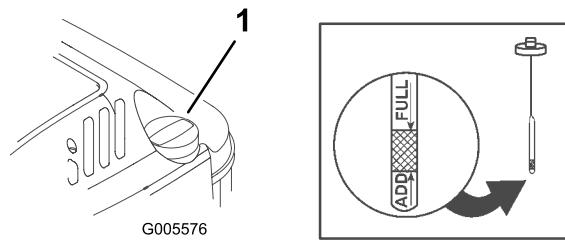

Figura 8
Prima di usare il tosaerba, verificate sempre che il livello dell'olio si trovi fra le tacche Add (rabboccare) e Full (pieno) sull'asta di livello (Figura 8).
2. pulite attorno all'asta di livello (Figura 8)
- Controllate il livello dell'olio sull'asta (Figura 8).
Prima di usare il tosaerba, verificate che il livello dell'olio si trovi fra le tacche Add (rabboccare) e Full (pieno) sull'asta di livello (Figura 8). Se l'olio non raggiunge la tacca Add, rabboccate; vedere Riempimento del carter dell'olio.